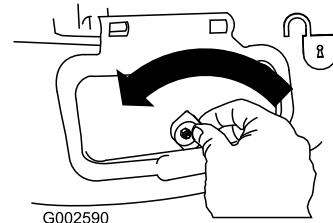

Bild 37
1. Entriegeln Sie die Seitauswurfklappe (Bild 37).